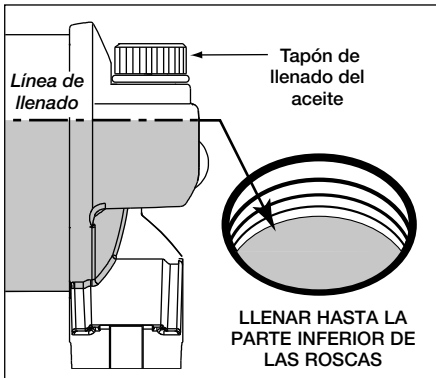

Figura 16, Nivel de aceite del depósito
3. Compruebe el nivel de aceite. Véase Figura 16. Si el nivel de aceite es bajo, añada más aceite hasta que alcance la rosca inferior de la abertura del tapón de llenado del aceite.